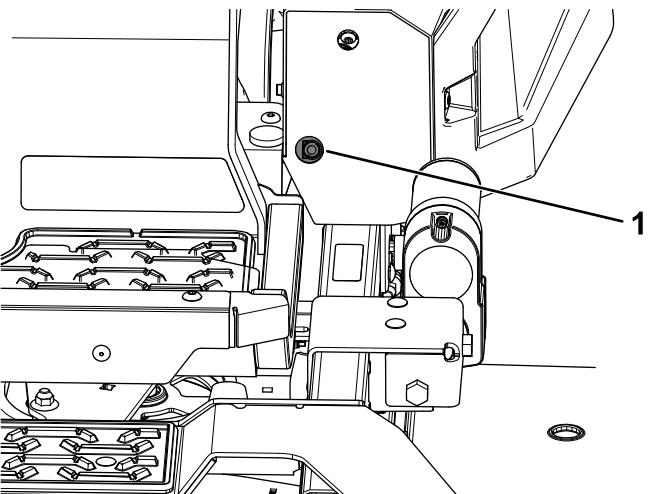
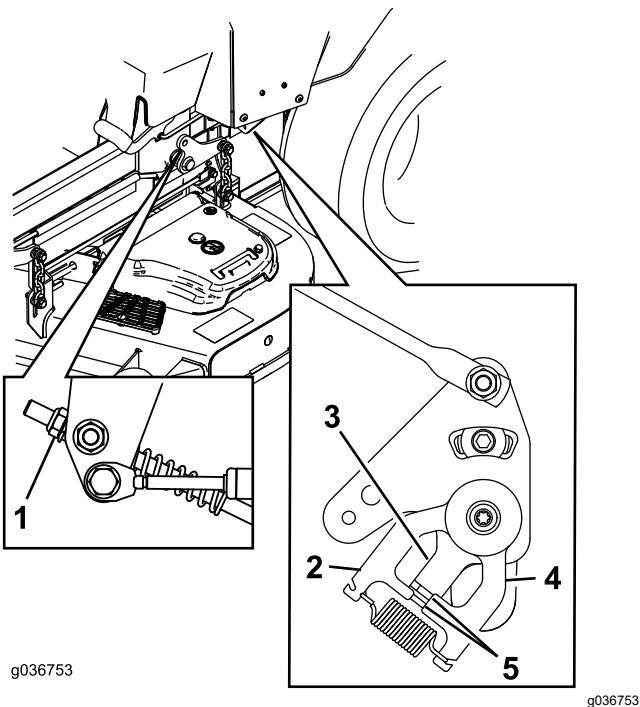

Figure 81
Figure 82
11. Réglez la longueur des tiges de pompes en tournant l'écrou dans le sens voulu jusqu'à ce que les roues tournent légèrement en marche arrière (Figure 81 et Figure 82).